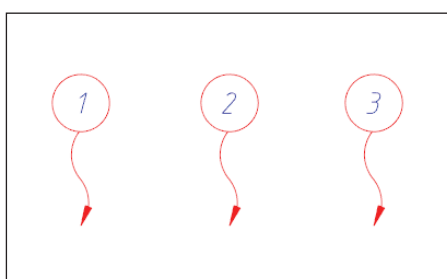

Рис. 9. Обозначение позиций
- обозначение позиций (рис. 9).